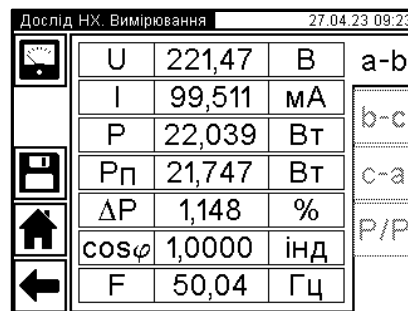

Рисунок 6.45
11) Якщо в п. 6 цього розділу вибрано "Зовнішнє" (нерегульоване джерело), після завершення вимірювання на екрані з'явиться вікно з результатами вимірювання (рисунок 6.45).
12) Якщо в п. 6 цього розділу вибрано "Регулятор", то після завершення вимірювання на екрані з'явиться вікно «Скидання напруги» (рисунок 6.46) з вимогою зняти напругу на виході зовнішнього джерела. Ручкою регулятора плавно знизити напругу джерела до нуля, після чого на екрані з'явиться вікно з результатами вимірювання (рисунок 6.45).